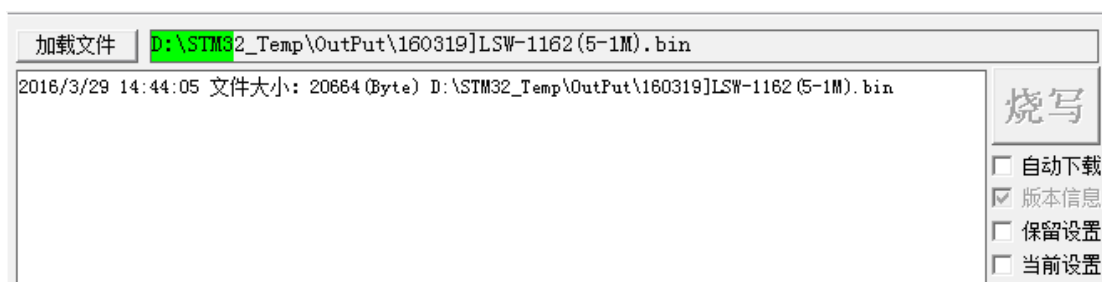
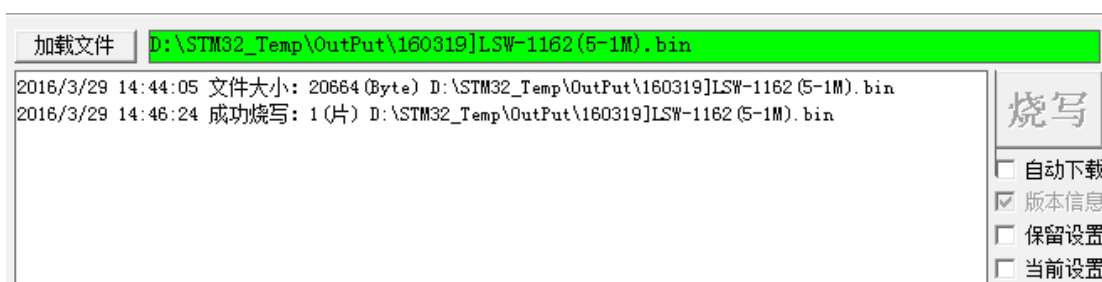

图 23
图 24
3. 单击 **烧写** 按键，开始下载程序，见图 23，烧写完成后见图 24。